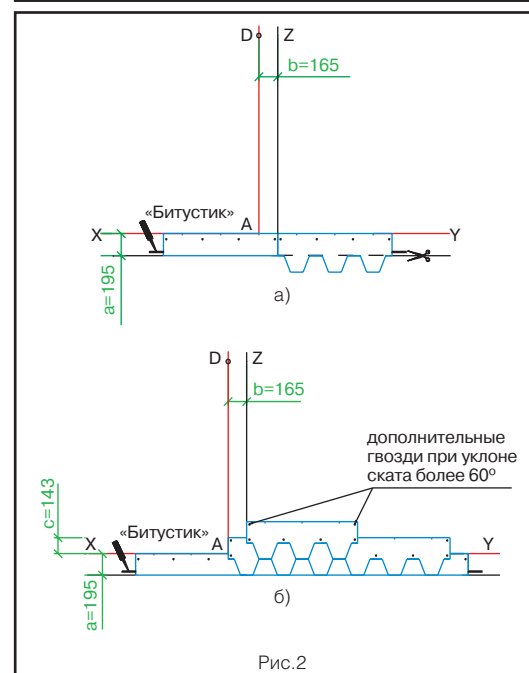

Рис.2
Укладка материала (рис. 2)
- Начальный ряд формируется из листов черепицы НОРДИК с обрезанными лепестками. Полученные таким образом полосы шириной 19,5 см укладываются по линии карниза по обе стороны от линии Z (рис. 2а) и фиксируются по нижнему краю битумной мастикой «Битустик», а по верхней кромке 4 гвоздями (ось гвоздей на 5 см ниже верхнего края полосы).
- далее первый ряд черепицы укладывается от линии AD (рис. 2б);
- второй ряд укладывается от линии Z (со смещением 16,5 см от AD) (рис. 2б);
Каждый лист гибкой черепицы НОРДИК крепится 4 гвоздями таким образом, чтобы гвоздь прошивал и верхний край низлежащего листа черепицы (рис. 2б).